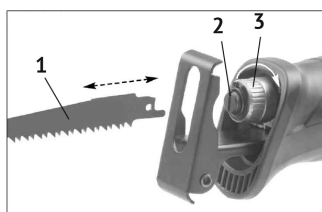

рис.3
- повернуть по часовой стрелке муфту быстрого зажима самофиксирующегося патрона (рис.3 поз.3);
- вставить пилку (рис.3 поз.1) в отверстие пилкодержателя (рис.3 поз.2) до упора и отпустить муфту;